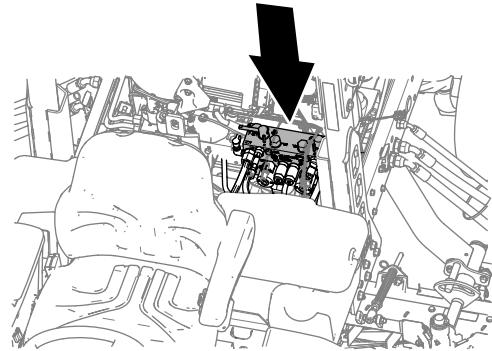

Bild 167
- Drehen Sie den vorderen, hinteren oder beide Läpphebel in die R-Stellung (Läppen) (Bild 167).